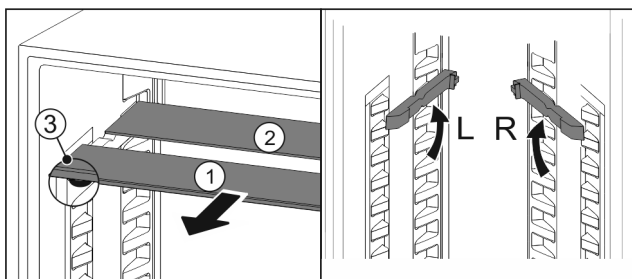

Fig. 86
- Sortir les tablettes par l'avant Fig. 86 (1).
- La tablette en verre Fig. 86 (1) avec bordure décorative est située à l'avant.
- Les butées Fig. 86 (3) sont orientées vers le bas.